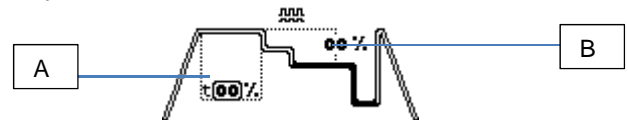

Fig.7
**OPÇÃO DE SOLDADURA E-TWO PULSE (OPCIONAL).** Configurar os parâmetros de soldadura conforme a opção pulsada, selecionar, por fim, através do encoder **S1** o submenu de opção (fig. 3 ref. D) e regular a duração da corrente de pico, expressa em percentual, do período (fig. 7 ref. A) e a relação, em percentual, de redução da segunda pulsação em relação à primeira (fig. 7 ref. B).